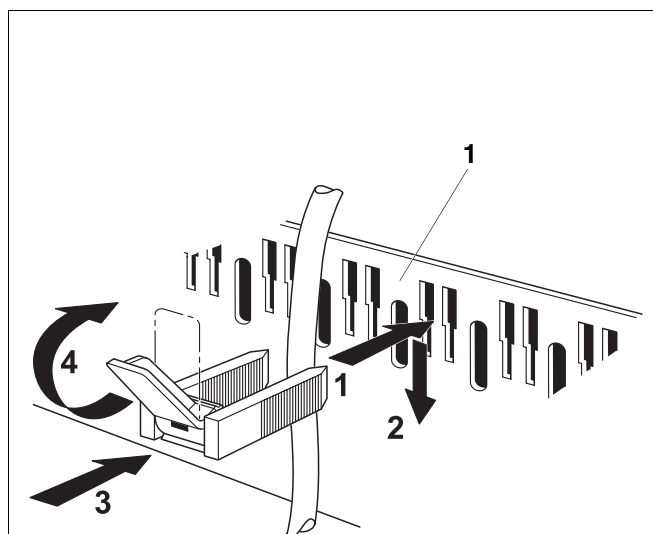

Fig. 17 Fastspænding af ledning med kabelspændebånd
- Sæt kabelklemmen med ilagt ledning oppefra og ned i spændebåndsråmmeens slidser (fig. 17, **pos. 1**); palens fremspring skal pege opad (fig. 17, trin 1).
- Skub kabelklemmen nedad (fig. 17, trin 2).
- Tryk imod hullerne (fig. 17, trin 3).
- Vip palen rundt (fig. 17, trin 4).